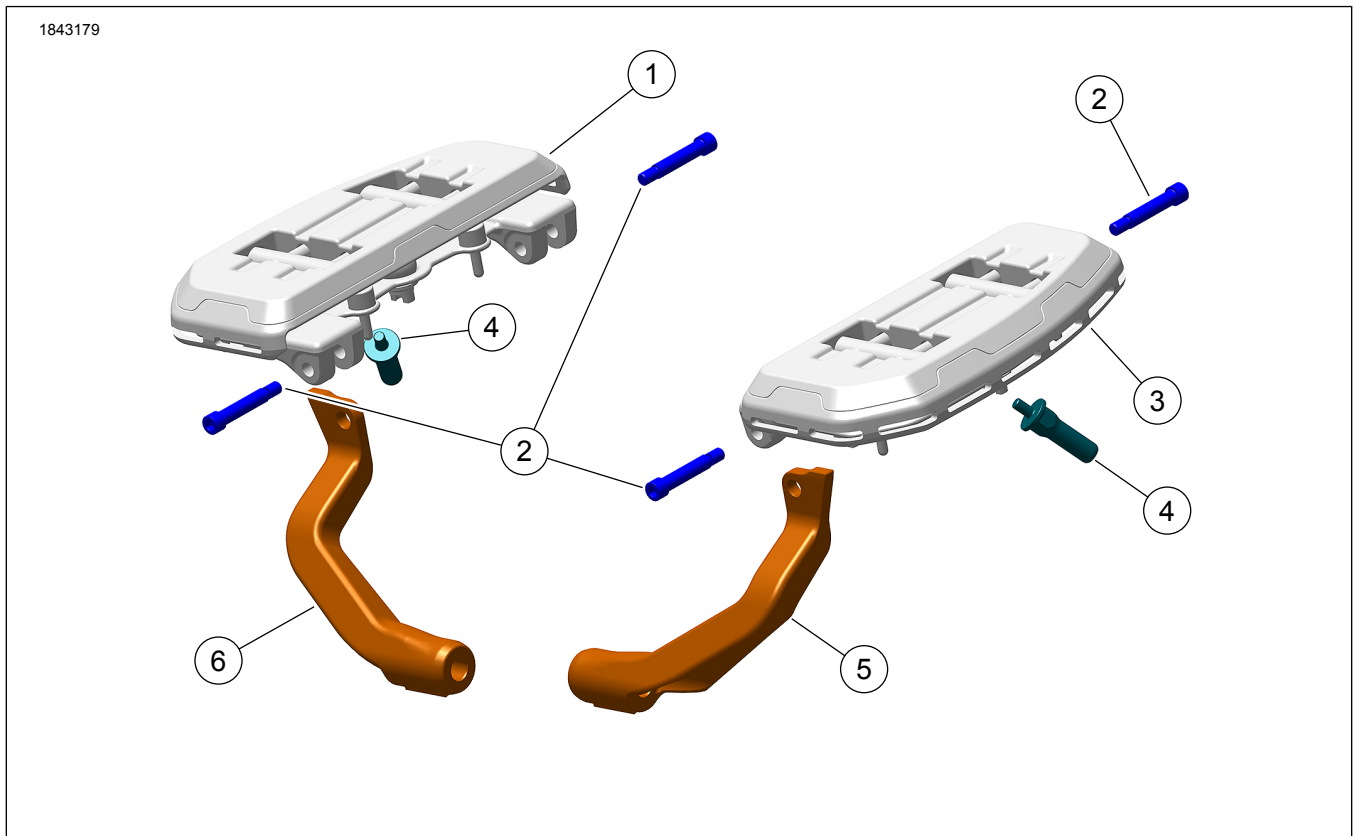

Figure 1. Contenu du kit : Repose-pieds
2. Voir la Figure 1. Installez les **nouveaux** (5, 6) du kit.